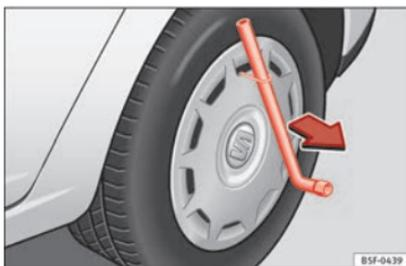

Abb. 66 Radvollblende abziehen.
- Radschlüssel durch den Drahtbügel schieben » » Abb. 66 und die Radblende in Pfeilrichtung abziehen.